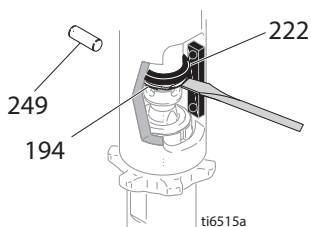
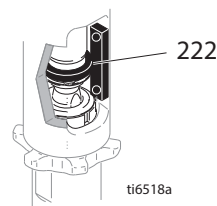

Fig. 12
Fig. 15
- 4 Fig. 12. Empuje el anillo magnético (222) hacia arriba. Empuje hacia arriba el muelle de retención (194). Saque el pasador (249).
- 2 Fig. 15. Tire lentamente de la cuerda de arranque del motor hasta que el orificio del pasador de la varilla de la bomba esté alineado con el orificio de la varilla hidráulica. Fig. 12. Empuje el pasador (249) en el orificio. Empuje el anillo magnético (222). Introduzca los muelles de retención (194) en la ranura.